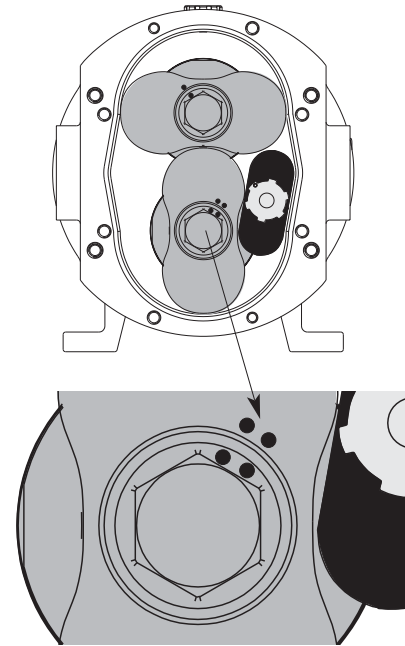

Figure 8
4. Mettre en place le lobe **27** indexé sur l'arbre (une seule position) et le bloque lobe **111** comme indiqué en figure 8 et serrer la vis avec au couple spécifié (voir § 7.1). Si aucune clé dynamométrique n'est disponible, serrer le lobe jusqu'à ce que les marques du lobe soit alignées avec les marques de la vis. Enlever le bloque lobe **111**.